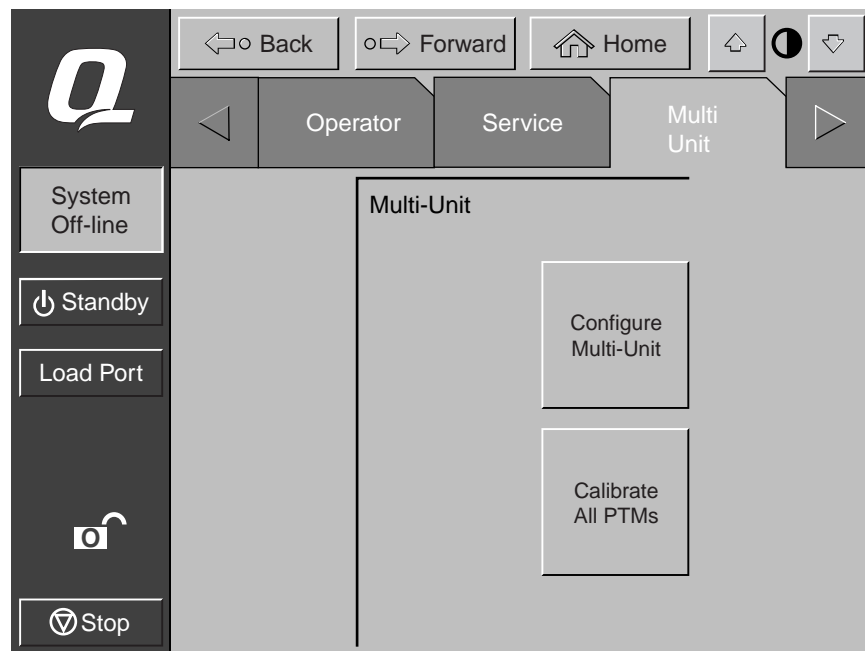

Figura 3-3. Pantalla Multi-Unit (Multiunidades)
2. Seleccione la ficha Multi-Unit (MUSL, Multiunidades) (consulte la Figura 3-3).